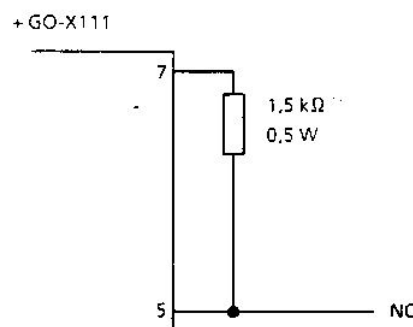

Рис.3.10 Подкл.к ЧПУ
При прямом соединении зажима 5 с числовым программным управлением (NC) между зажимами 5 и 7 следует предусмотреть резистор Pull-up с сопротивлением 1,5 кОм (0,5 Вт) или же использовать другой источник питания (активная сигнализация единицы) (рис.3.10).